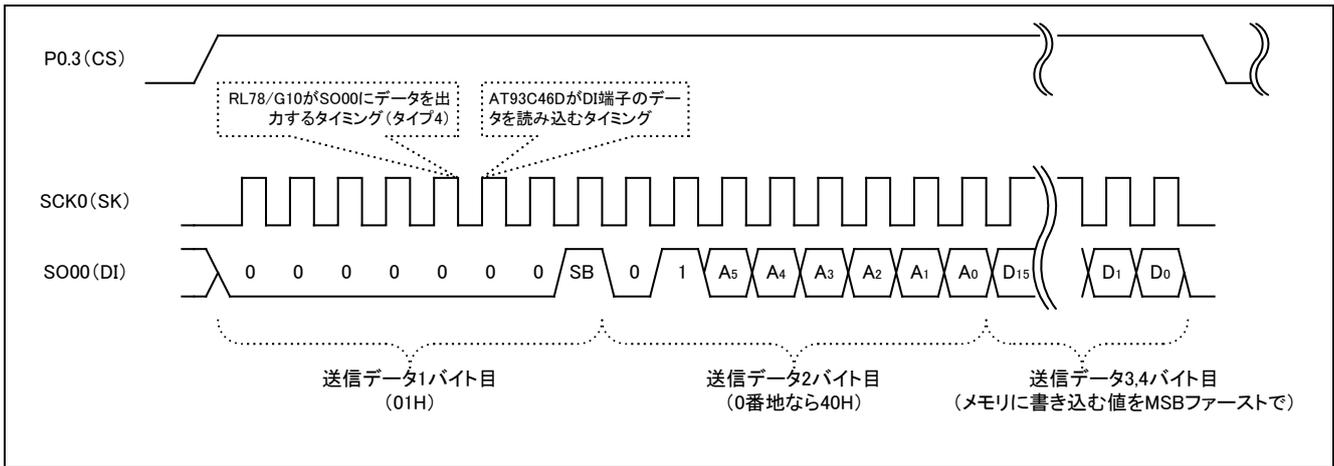

図 5.1 WRITE 命令実行時のタイミング
(2) 対向機器 (AT93C36D) に EWEN 命令 (書き込み/消去許可) を実行します。これにより、WRITE 命令 (書き込み)、ERAL 命令 (全エリア消去) が使用可能になります。
(3) 対向機器 (AT93C36D) に ERAL 命令 (全エリア消去) を実行します。その後、対向機器 (AT93C36D) の CS 端子を Low に設定 (非選択状態) にして、一定時間の待機の後、DO 端子 (ステータス) を確認します。DO 端子の High (全エリア消去完了状態) が確認できるまでこれを繰り返します。
(4) 対向機器 (AT93C36D) に WRITE 命令 (データ書き込み) を実行します。その後、対向機器 (AT93C36D) の CS 端子を Low に設定 (非選択状態) にして、一定時間の待機の後、DO 端子 (ステータス) を確認します。DO 端子の High (書き込み完了) が確認できるまでこれを繰り返します。確認できたら、書き込み対象アドレスと書き込むデータをそれぞれ更新し、対向機器 (AT93C36D) の 0 番地から 63 番地まで、全部で 64 回繰り返します。
書き込むデータは、1 アドレスあたり 2 バイトです。また書き込むデータに先立って、スタートビット (1)、OpC (2)、アドレス (6) の計 9 ビットが付随するため、計 25 ビットを 4 バイトの送信バッファに後ろ (LSB) 詰め格納して送信します。1 バイト目は 00000001B、2 バイト目は 01A₅A₄A₃A₂A₁A₀B、3 バイト目は D₁₅D₁₄D₁₃D₁₂D₁₁D₁₀D₉D₈、そして 4 バイト目は D₇D₆D₅D₄D₃D₂D₁D₀ となり、これを MSB ファーストで送信します。また、対向機器 (AT93C36D) はクロックの立ち上がりタイミングで DI 端子のデータを読み込むので、RL78/G10 の CSI では位相タイプ 4 で対応できます。図 5.1 に WRITE 命令実行時のタイミングを示します。